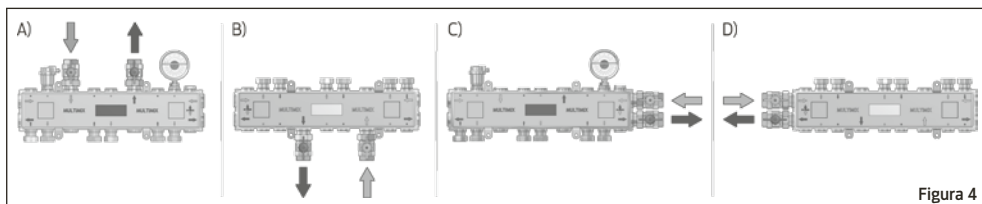

Figura 4
Legăturile între vanele cu bilă preinstalate pe colectorul-separator principal și circuitul principal trebuie efectuate cu ajutorul unor racorduri prin strângere RA 761N pentru tubul multistrat (Tabelul 2-a) sau RP 731N pentru tubul din polietilenă (Tabelul 2-b), sau racorduri prin presare MP 5608 pentru tuburi multistrat (Tabelul 2-c). Conform indicațiilor din Figura 4, legătura poate fi realizată în partea de sus (A), în partea de jos (B), la dreapta (C) sau la stânga (D) colectorului-separator, după ce v-ați asigurat că aparatul colector-separator a fost poziționat corect (cuvântul "MULTIMIX" lizibil și drept).